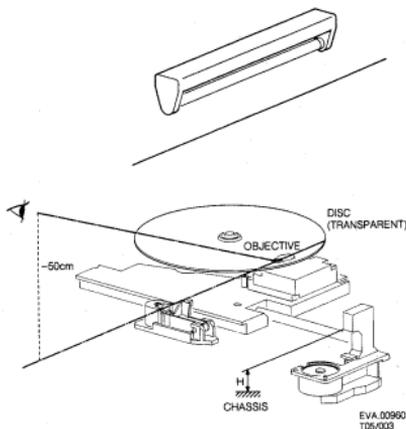

Fig. 15
3. CDV-Spieler unter eine gestreckte Lichtquelle stellen (z.B. eine Leuchtstoffröhre mit Gitter) und so drehen, daß seine Y-Richtung mit der Richtung der Lampe übereinstimmt (s.Fig.15). Beim Blick in Y-Richtung schräg auf die Glasplatte ist die Spiegelung der Lampe